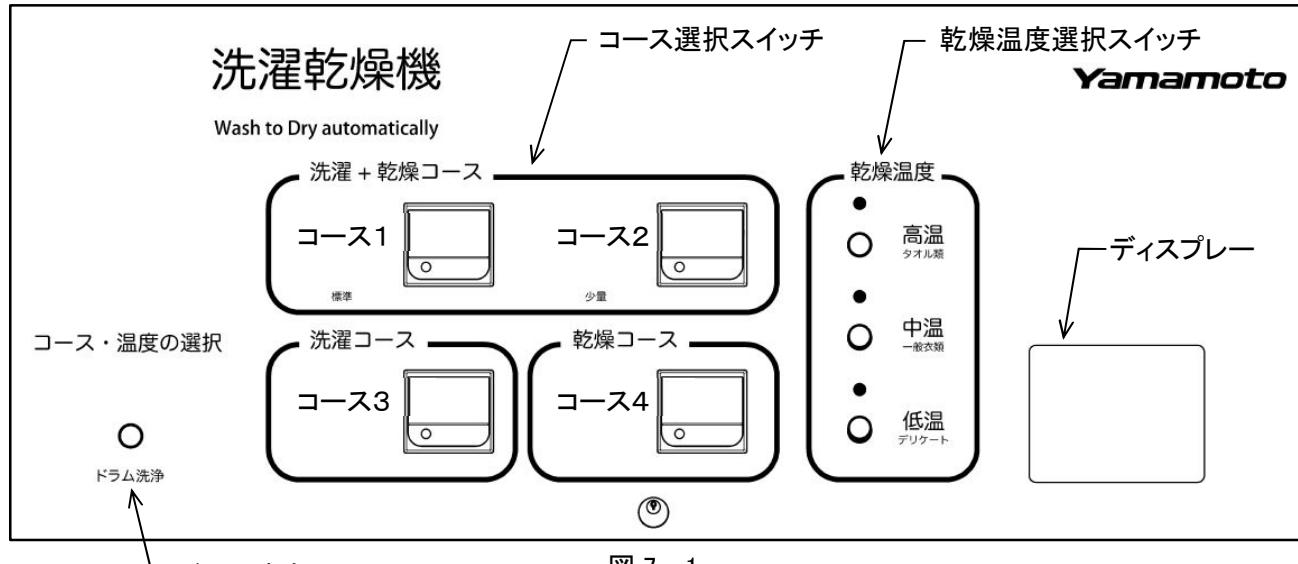

図 7-1
7.1.1 操作パネルの説明(図 7-1)
- 2) コース選択スイッチを押し、コースを選択します。(図 7-1)